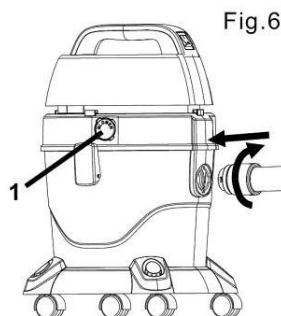

Fig.6
Paso 6: Inserte la manguera en el barril (para la función de la aspiradora) o en el hueco del “soplador” (1) ubicado en el cuerpo principal (para la función del soplador). Cuidadosamente gire hacia la derecha para ajustar la manguera en su lugar y asegurarse de que encaje firmemente. (Fig. 6).